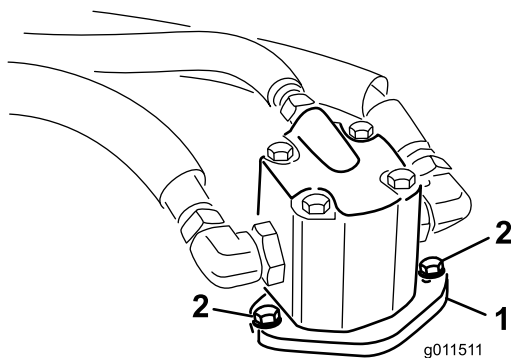

Bild 73
- Entfernen Sie die Schrauben, mit denen der Hydraulikmotor am Mähwerk befestigt ist (Bild 73).